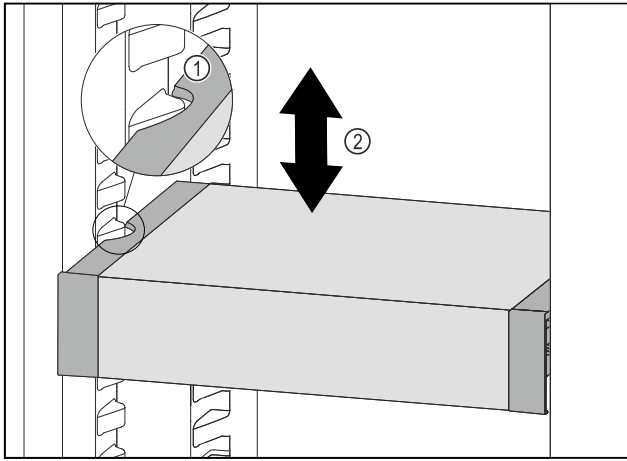

Fig. 173
- Tirer le VarioSafe vers l'avant jusqu'à ce que les encoches latérales du VarioSafe soient à la hauteur de la nervure du bac dans la partie réfrigérateur. Fig. 173 (1)
- Déplacer le VarioSafe vers le haut ou vers le bas dans la partie réfrigérateur jusqu'à ce que la hauteur souhaitée soit atteinte. Fig. 173 (2)